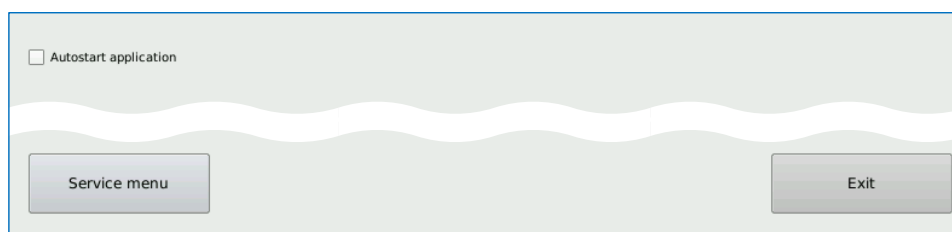

Рисунок 211 – Сервисное меню
- пока индикатор не заполнился до конца, коснуться сенсорной панели в любой области дисплея для открытия сервисного меню, иначе окно будет закрыто. Нажать кнопку **Service menu** для открытия окна со списком сервисных команд. Для выхода из сервисного меню нажать кнопку **Exit** (Рисунок 211). Для автозапуска приложения установить флажок в строке **Autostart application**;